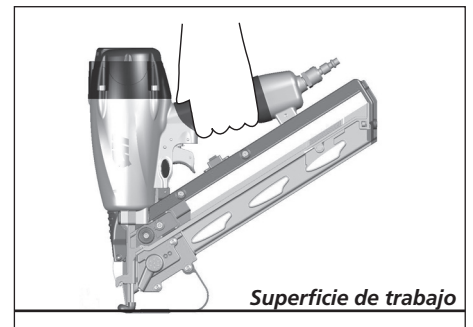

Figura 16
5. Presione el WCE contra la superficie de trabajo sin tirar del gatillo (ver Figura 16). La clavadora **NO DEBE FUNCIONAR**. No use la herramienta si funciona sin que tire del gatillo. Pueden ocurrir lesiones personales.